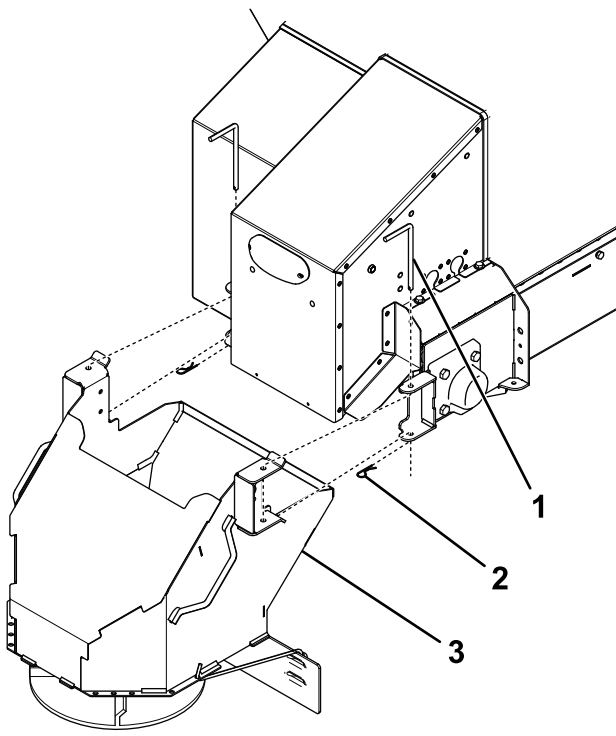

Figura 24
3. Retire los 2 pasadores de enganche y las chavetas que sujetan el conjunto de disco distribuidor a la tolva (Figura 24).